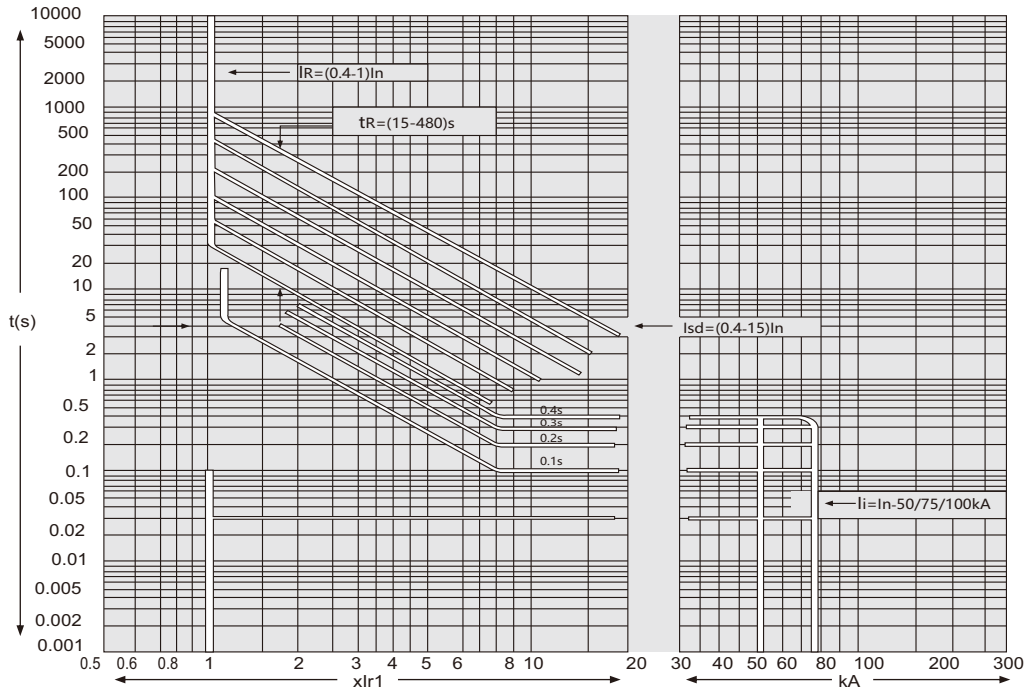

图1
4.4.1.4过电流脱扣保护特性见图1，接地故障保护特性见图2